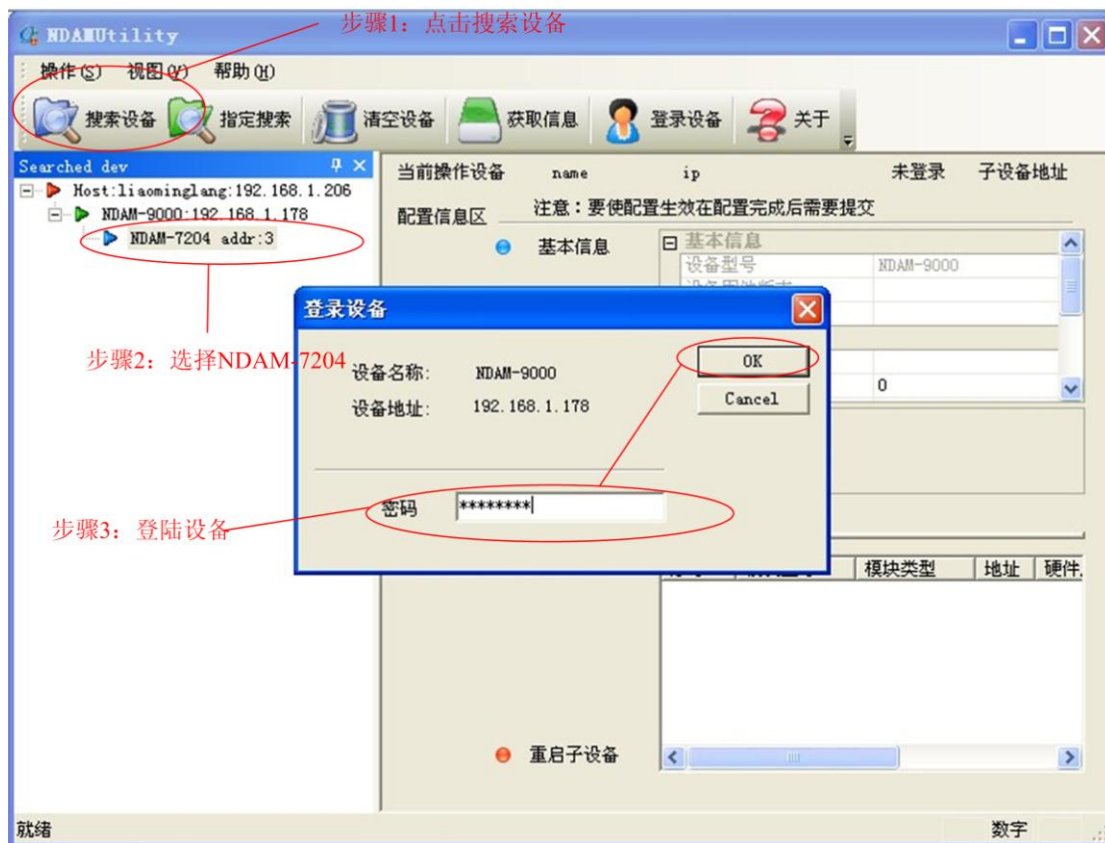

图 5.3 登陆设备
- 2) 单击界面上的“搜索设备”按钮，进行设备搜索，如图 5.3 所示。
- 3) 单击界面上的“NDAM-7204 addr: 3”，输入当前通讯模块的登陆密码后点击 OK，登陆设备，如图 5.3 所示；